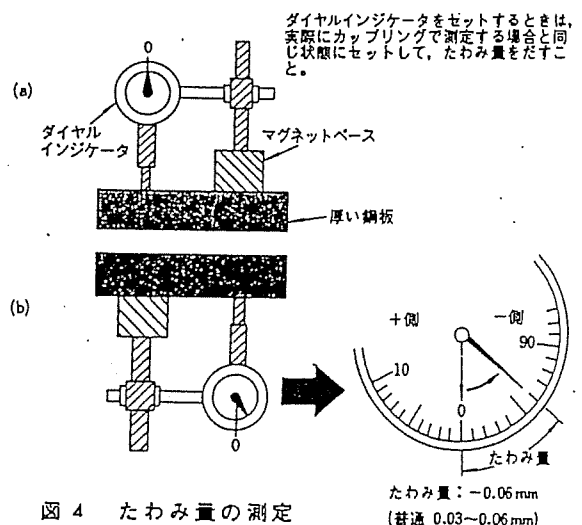

図4 たわみ量の測定
- 図4(a)のようにダイヤルインジケータをできるだけ厚い鋼板上に取付けます。
- 図4(b)のように天地逆にして、ダイヤルインジケータの指示を読みます。